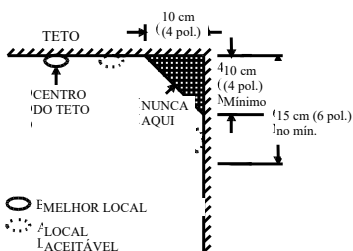
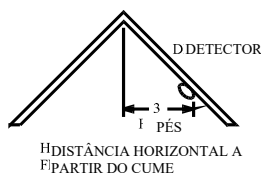

Figura 3: Recomendações para os melhores e mais aceitáveis locais para instalar os detetores de fumo/calor.
Figura 4: Local de instalação recomendado para detetores de fumo/calor em ambientes com tetos inclinados ou telhados de duas águas (inclinação > 20 graus).
- Instale os detetores de fumo/calor o mais perto possível do centro do teto. Se isso for difícil, instale o detetor a pelo menos 30 cm de paredes e cantos (*ver Figura 3*).
- Caso não seja possível instalar os detetores no teto, fixe-os nas paredes a uma distância de 30 a 50 cm do teto (desde que não contrarie as normas locais) (*ver Figura 3*).
- Se a sua residência tiver teto inclinado ou telhado de duas águas, tente instalar os detetores a 90 cm do ponto mais alto do telhado, medindo horizontalmente (ver Figura 4).
- Em áreas com ar parado, como cumeeiras ou cantos entre paredes e tetos. O ar parado pode impedir que a fumaça chegue ao detector (*ver Figura 3 e Figura 4 sobre os locais de instalação recomendados*).